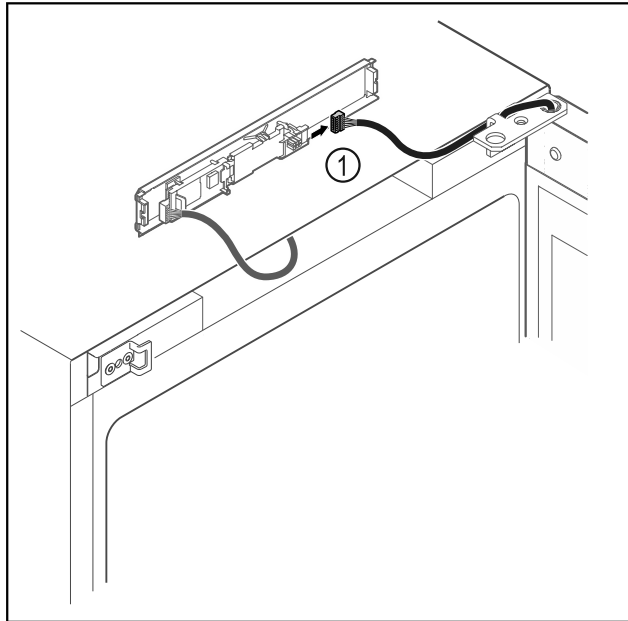

Fig. 20
- Débrancher le connecteur Fig. 20 (1) de la platine.